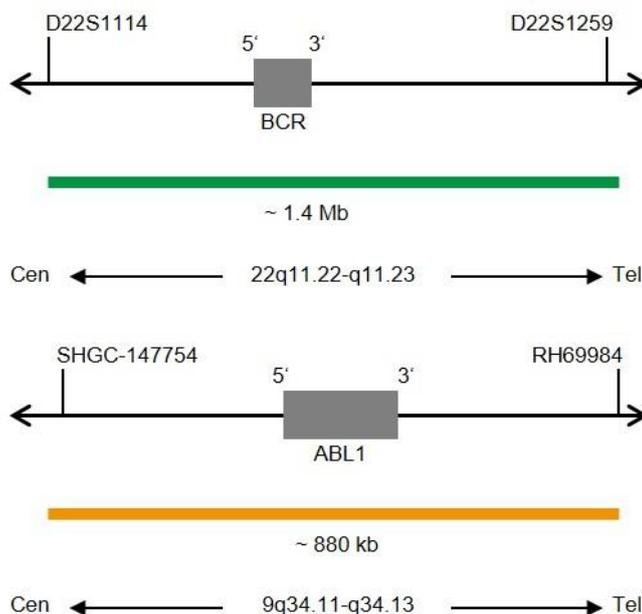

Fig. 1: In alto: Mappa della sonda SPEC BCR. In basso: Mappa della sonda SPEC ABL1 (non in scala)
- Polinucleotidi (~12.0 ng/ $\mu$ l) marcati con ZyGreen (eccitazione 503 nm/emissione 528 nm), le cui sequenze target mappano in 22q11.22-q11.23\* (chr22:23,000,029-24,431,064) in cui è localizzato il gene BCR (vedere Fig. 1).
- Polinucleotidi (~6.0 ng/ $\mu$ l) marcati con ZyOrange (eccitazione 547 nm/emissione 572 nm), le cui sequenze target mappano in 9q34.11-q34.13\* (chr9:133,223,081-134,103,849) in cui è localizzato il gene ABL1 (vedere Fig. 1).